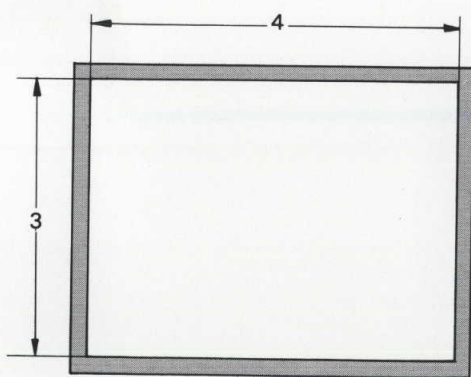

Fig. 3-8-1 Feuille de traçage
- Une **feuille de traçage**, comme représentée sur la **Fig. 3-8-1** peut aussi être collée sur l'écran.